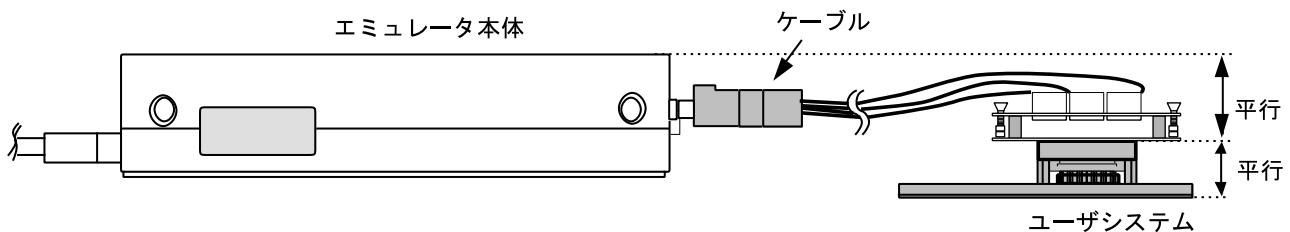

図10 設置例
- (1) ユーザシステムへの接続時には1ピン位置に十分注意して、誤接続は絶対にしないでください。
- (2) 本ユーザシステムインターフェースケーブルを使用する場合の推奨マウントパット寸法は、MCU実装用マウントパット寸法とは異なりますので注意してください。
- (3) 本ユーザシステムインターフェースケーブルは、HS3644EPI60Hエミュレータ専用ですので、他のエミュレータ本体には使用しないでください。
- (4) ケーブル本体部が断線する可能性がありますので、本ユーザシステムインターフェースケーブルの上に重いものや金属等の角の尖ったものを置かないでください。
- (5) ユーザシステムに接続した状態では、ユーザシステムインターフェースケーブル、特にケーブル先端部に無理な力が加わらないように注意する必要があります。図10の設置例を参照してご使用ください。